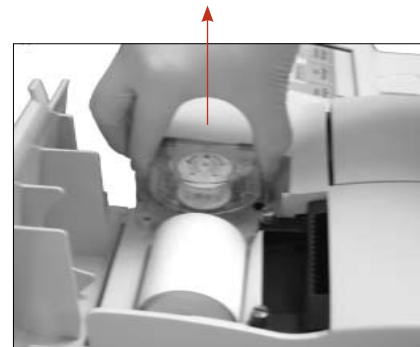

Figure I-2 : Retrait de la cartouche de pompe
2. Enlevez la pompe en saisissant fermement le boîtier et en tirant vers le haut (Figure I-2).